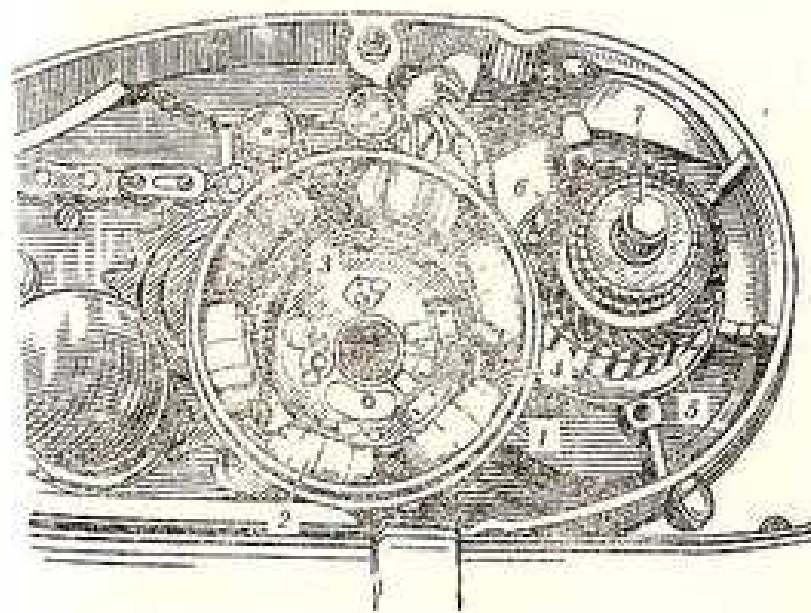

Рис. 27. ГЕНЕРАТОР:
2. Вывернуть болт крепления якоря (рис. 27) и, ввертывая вместо него винт из приспособления, применяемого для выжима оси звена цепи, снять якорь 2.